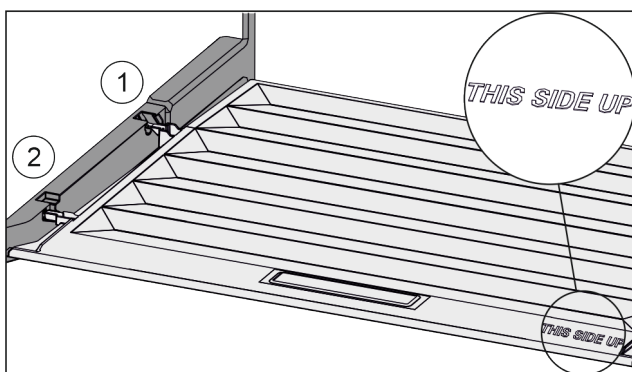

Fig. 38
- Výstupky víka zaveďte do zadních držáků Fig. 38 (1) a vpředu zaklesněte do držáku Fig. 38 (2).